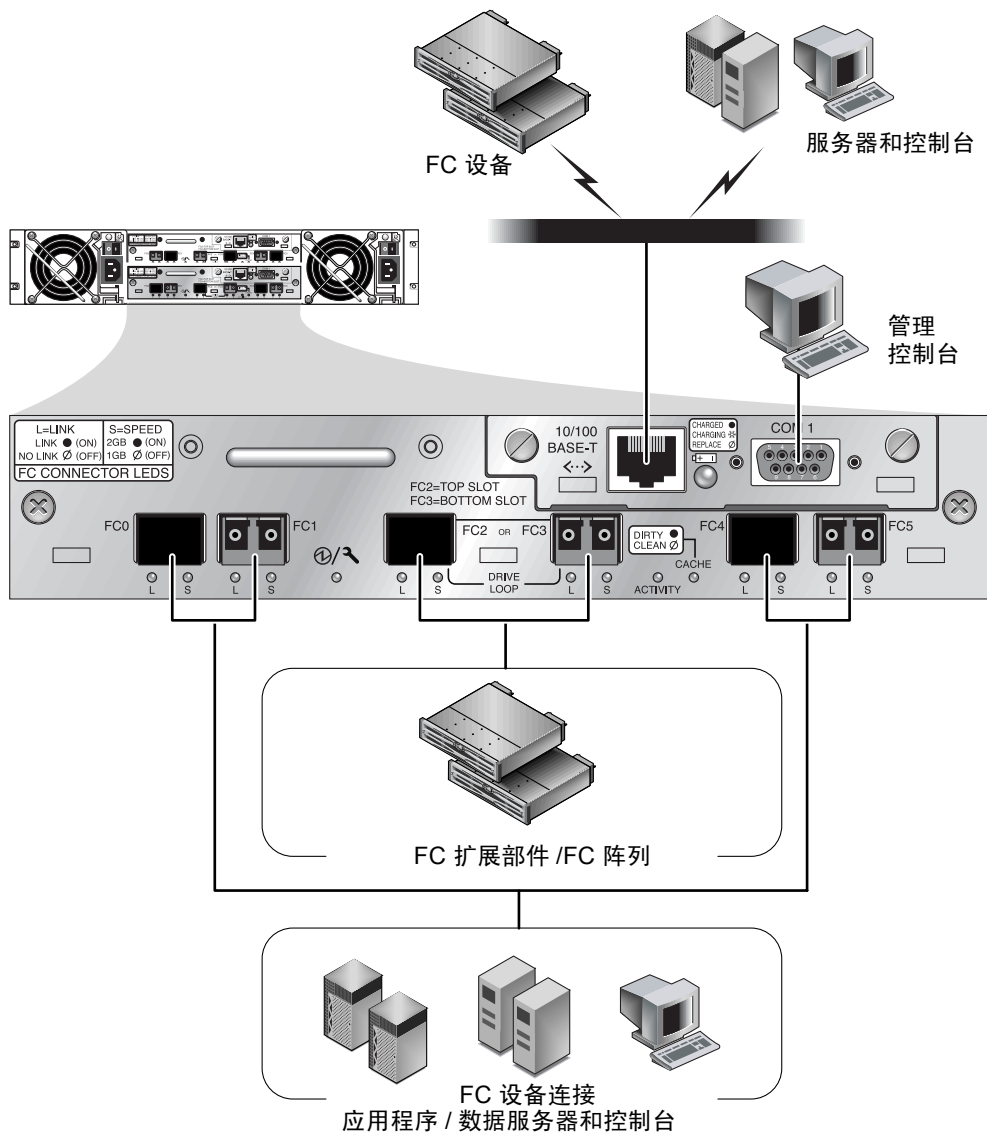
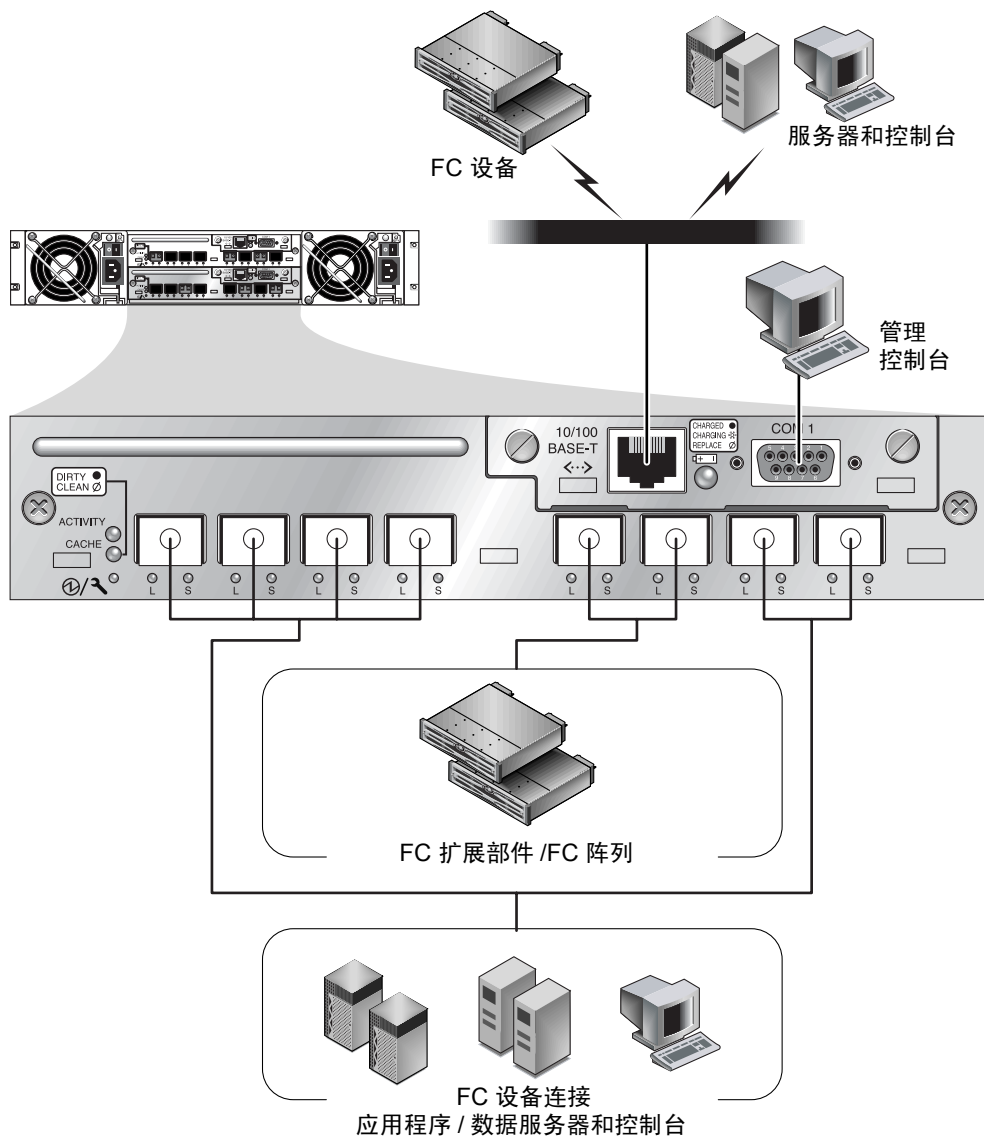

图 5-1 双控制器 Sun StorEdge 3510 FC 阵列背面的硬件连接
图 5-2 双控制器 Sun StorEdge 3511 FC 阵列背面的硬件连接
2. 记录控制器到主机的连接和扩展部件连接的电缆连接配置，以便将电缆重新正确连接到新的 I/O 控制器模块。请参见图 5-1 和图 5-2。